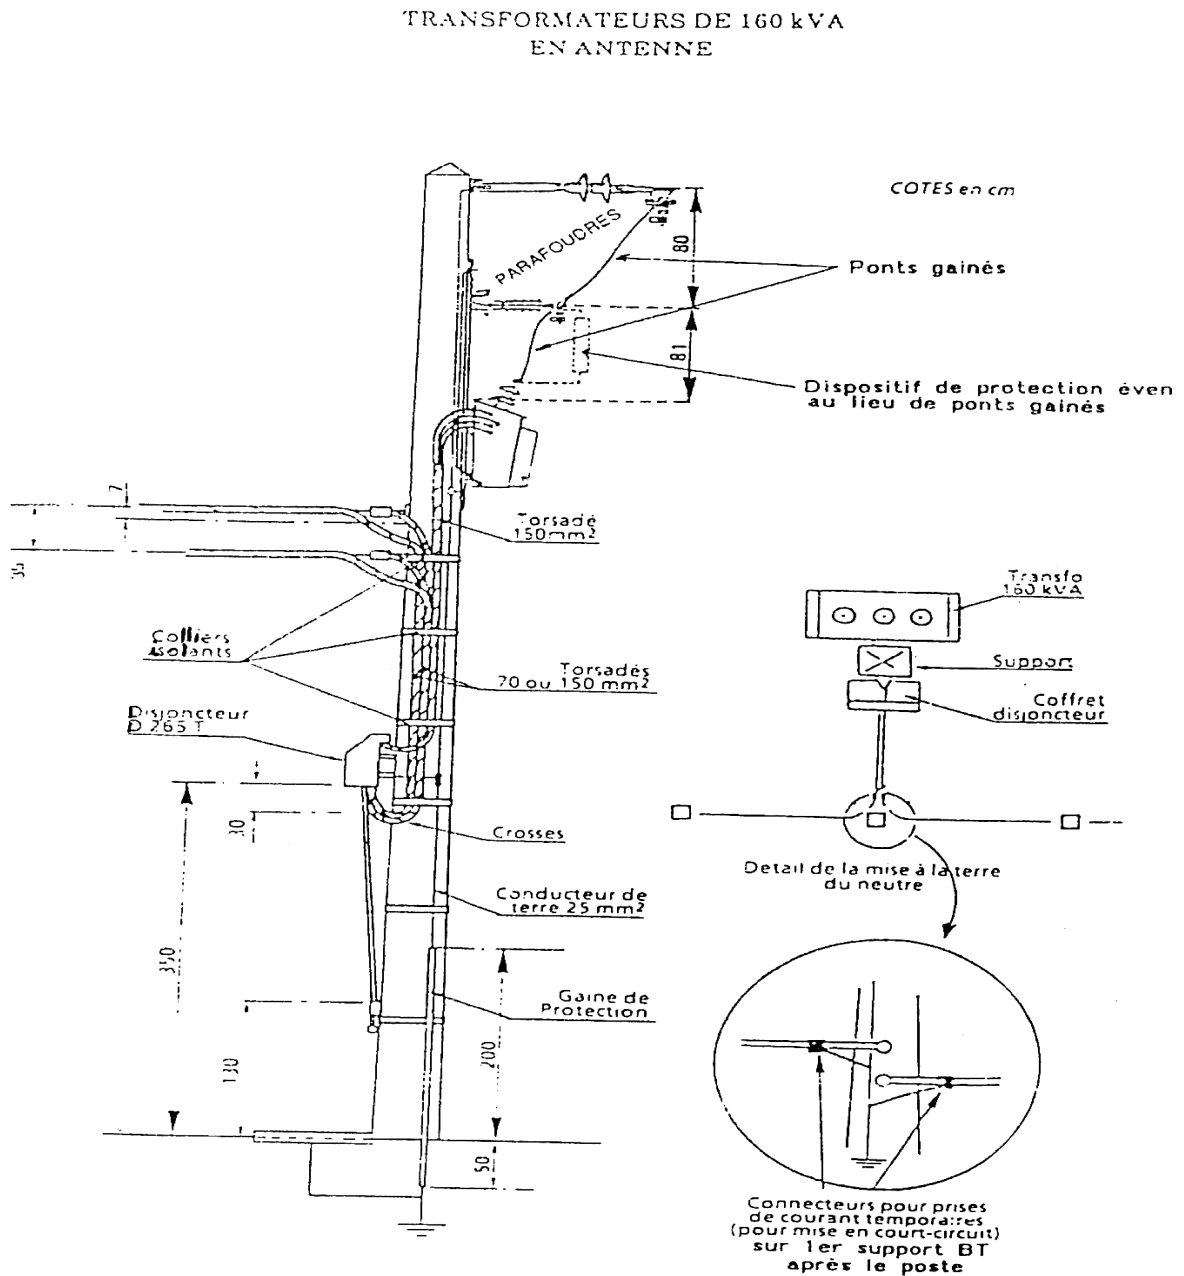

Figure 10 : Départ basse tension d'un transformateur de 160 KVA
2. deux départs raccordés au disjoncteur en conducteurs isolés 3 x 70 + 54,6 + 1 x 16 mm²(voir figure 10).